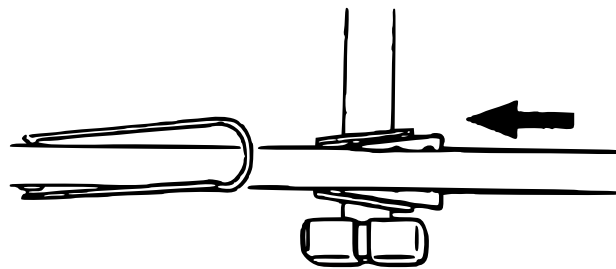

Abbildung 7: Draufsicht
- a. Schieben Sie die sich verjüngenden Platten auf den Traversen in die sich verjüngenden Aufnahmen des Plattenträgers (Abb. 7).